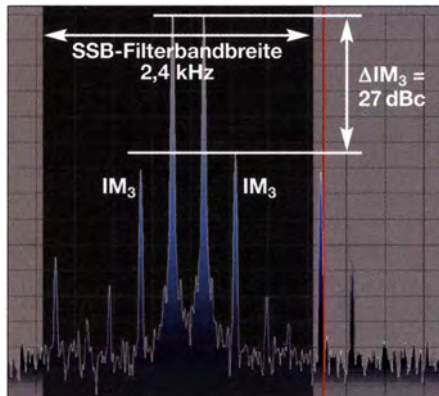

Bild 13: In-Band-Intermodulationsstörungen durch einen übersteuerten Mikrofonverstärker; der Abstand der Tonfrequenzen beträgt auch hier 300 Hz.
Zur Demonstration der Wirkung von In-Band-Intermodulation habe ich bei nachfolgender Messung (Bild 13) den Mikrofonverstärker des SSB-Transverters absichtlich übersteuert, sodass niederfrequente Verzerrungen entstehen.
- b) Bei Übersteuerung des Mikrofonverstärkers in Bild 13 reduziert sich der IM3- und Oberwellenabstand auf nur 27 dB. Solche Störungen sind akustisch schon als Verzerrung wahrnehmbar. Da alle Nutz- und Störsignale innerhalb der Übertragungsbandbreite des SSB-Filters auftreten, bezeichnet man diese Verzer-
Bild 14: Messung des gleichen verzerrten Signals wie in Bild 13, aber mit falschem Tonabstand von 1500 Hz gemessen; die tatsächlichen IM-Störungen bleiben verborgen und es wird ein „zu gutes“ Ergebnis $\text{IM3} = 48 \text{ dBc}$ vorgetäuscht.